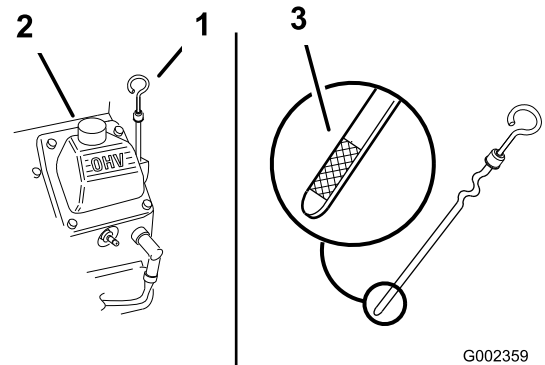

Figura 20
3. Limpie alrededor de la varilla de aceite (Figura 20) para impedir que caiga suciedad por el orificio de llenado y cause daños en el motor.
4. Desenrosque la varilla de aceite y limpie el extremo (Figura 20).
5. Deslice la varilla a fondo en el tubo de llenado, pero no la enrosque en el tubo (Figura 20).
6. Vierta lentamente un 80% aproximadamente de la cantidad especificada de aceite por el tubo de llenado (Figura 20).